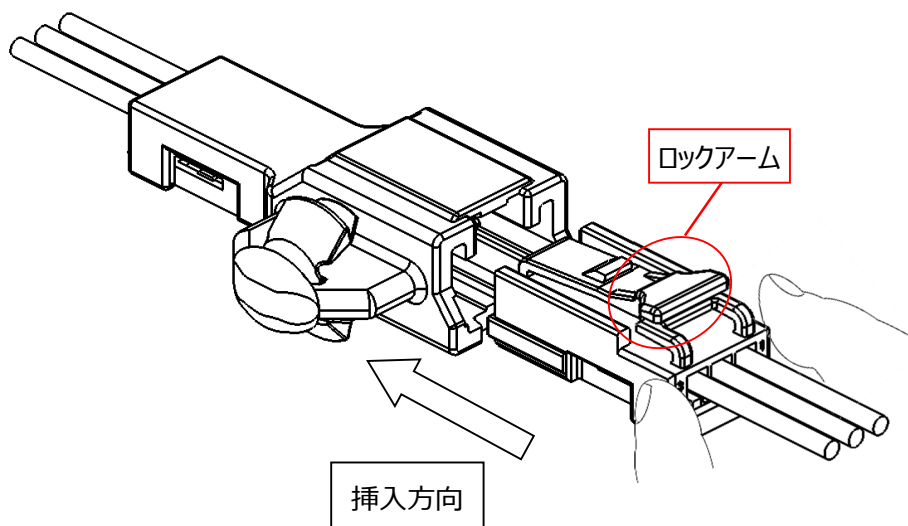

図 37.コネクタ挿入方向
- ①二次係止部装着作業が完了した後、図 37 に示す方向でコネクタをカチッと音がするまで